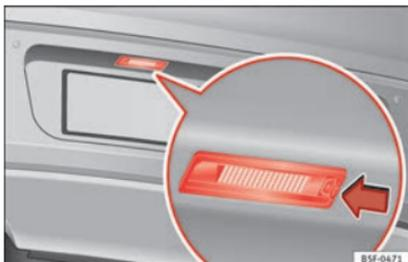

Fig. 117 En el parachoques posterior: luz de matrícula.
1. Presione la pestaña de la luz de matrícula en la dirección de la flecha » **fig. 117**.